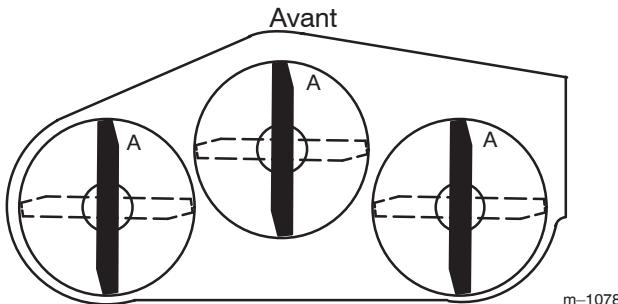

Figure 33
1. Tournez les lames pour qu'elles soient toutes dirigées dans le sens longitudinal (Fig. 33). Mesurez la distance entre la surface plane et le tranchant (position A) des lames (Fig. 34) et notez cette valeur.